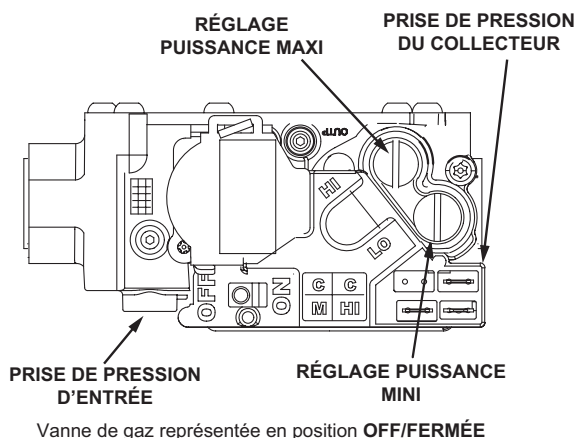
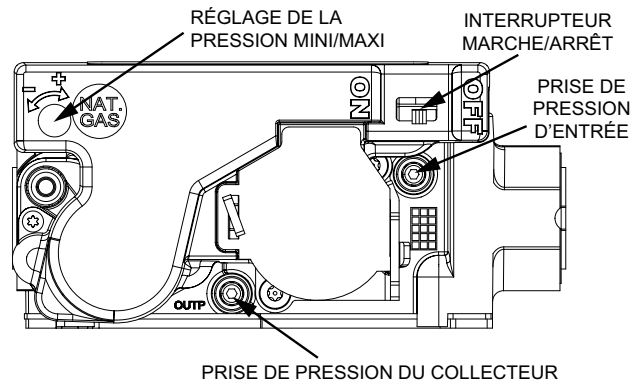

FIGURE 33
FIGURE 34
- 5 - Mettez l'interrupteur de la vanne de gaz sur **OFF/FERMÉE**. Reportez-vous à la FIGURE 33 et à la FIGURE 34.
- 6 - Attendez cinq (5) minutes pour vous assurer que tout le gaz a eu le temps de se dissiper. En cas d'odeur de gaz, **ARRÊTEZ!** Appelez immédiatement le fournisseur du gaz depuis chez un voisin et conformez-vous à ses instructions. S'il n'y a pas d'odeur de gaz, passez au point suivant.
- 7 - Mettez l'interrupteur de la vanne de gaz sur **ON/OUVERTE**. Reportez-vous à la FIGURE 33 et à la FIGURE 34.
Sur la vanne White Rodgers 36J54 (FIGURE 33), la pression d'alimentation peut être mesurée en retirant la vis à tête hex. de 1/8 po. Retirez la vis à tête hex de 1/8 po et installez un raccord ébarbé. Connectez un tube entre le raccord ébarbé et l'appareil de mesure pour mesurer la pression d'alimentation.
Sur la vanne White Rodgers 36J27 (FIGURE 34), repérez la prise de pression d'entrée de 5/16" située sur le dessus de la vanne. À l'aide d'une clé hexagonale de 3/32 pouces, tournez la vis de la prise de pression de sortie d'un tour dans le sens inverse des aiguilles d'une montre. Enfilez un morceau de tuyau de 5/16" de diamètre intérieur sur la prise et acheminez-le jusqu'à l'appareil de mesure. Ouvrez la vanne manuelle d'alimentation principale.
Sur les vannes White Rodgers 36J54 (FIGURE 33), retirez le raccord ébarbé de pression d'alimentation et remettez la vis à tête hex de 1/8 po.
Sur la vanne White Rodgers 36J27 (FIGURE 34), retirez le tuyau de la prise. À l'aide d'une clé hexagonale de 3/32", tournez la vis de la prise de pression d'entrée dans le sens des aiguilles d'une montre pour obturer l'orifice de pression.
Pour mesurer la pression du collecteur avec une vanne White Rodgers 36J54 (FIGURE 33), retirez la vis à tête hex de 1/8 po, installez un raccord ébarbé de 1/8 po et installez un tube entre le raccord ébarbé et le côté « + » de l'appareil de mesure.
Pour la pression du collecteur avec une vanne White Rodgers 36J27 (FIGURE 34), repérez la prise de pression du collecteur de 5/16" située sur le dessus de la vanne. À l'aide d'une clé hexagonale de 3/32 pouces, tournez la vis de la prise de pression de sortie d'un tour dans le sens inverse des aiguilles d'une montre. Placez un tuyau de 5/16 pouces de diamètre intérieur sur la prise et acheminez-le jusqu'à l'appareil de mesure.